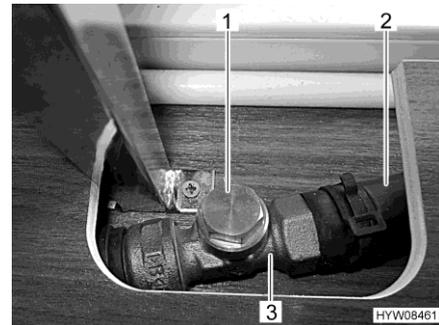

Fig. 175 Estrangulador (abierto)
- Tocar la tubería de derivación (Fig. 175,2) atrás del estrangulador (Fig. 175,3). La manguera deberá estar tibia.